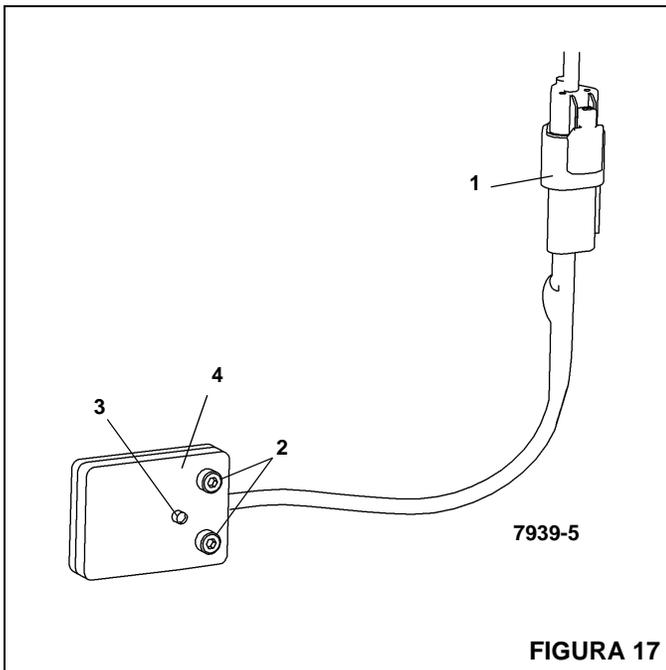

FIGURA 17
1. Desconecte el conector eléctrico (1, Figura 17) en el interruptor.
2. Retire los dos tornillos (2, Figura 17) que sujetan el interruptor (4) a la caja del estabilizador; retire el interruptor.
2. Use dos tornillos (2, Figura 17) para fijar el interruptor (4) a la caja del estabilizador.
3. Conecte el conector eléctrico (1, Figura 17) al interruptor.
4. Con la unidad encendida y la viga del estabilizador completamente extendida, compruebe que el LED (3, Figura 17) del interruptor de proximidad se ilumina; retraiga la viga del estabilizador y verifique que el LED no está iluminado.
1. Desconecte el conector eléctrico (1, Figura 17) en el interruptor (4).
3. Conecte el conector eléctrico (1, Figura 17) al interruptor (4).
4. Con la unidad encendida y la viga del estabilizador completamente extendida, compruebe que el LED (3, Figura 17) del interruptor de proximidad (4) se